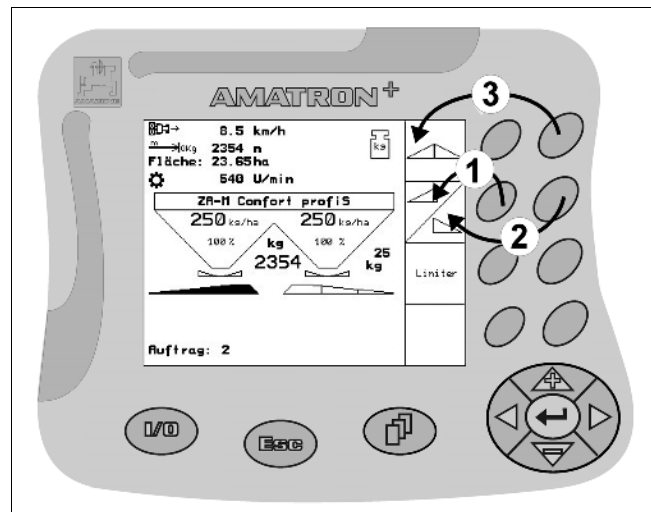

Fig. 8
- la tecla izquierda está asignada al campo funcional arriba a la izquierda (Fig. 8/1).
- La tecla derecha está asignada al campo funcional abajo a la derecha (Fig. 8/2).
Si sobre la pantalla aparecen campos cuadrados está asignada sólo la tecla derecha al campo funcional (Fig. 8/3).